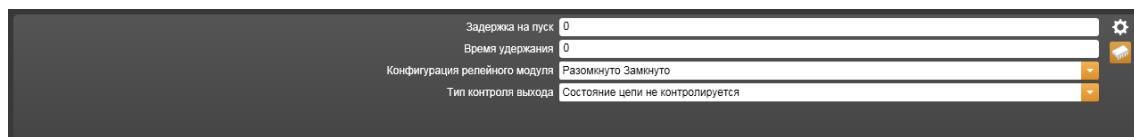

Рисунок 14.14.28 – Свойства Релейного исполнительного модуля РМ-1
14) **Релейный исполнительный модуль РМ-1 (РМ-2, РМ-3, РМ-4, РМ-5)** (Рисунок 14.14.28).